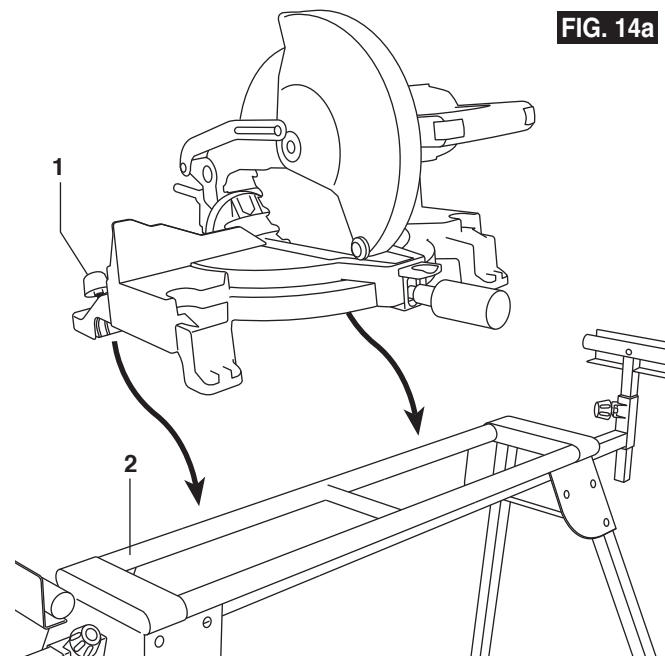

FIG. 14a
See Figures 14a - 14b.
3. While still tilted away from you, hook the rear edge of the saw base onto the rear rail **2** of the stand, figure 14a.
Voir Figures 14a -14b.
3. Pendant que la scie est toujours inclinée légèrement dans le sens opposé à celui de votre corps, accrochez le bord arrière de la base de la scie au rail arrière **2** du support (Figure 14a).